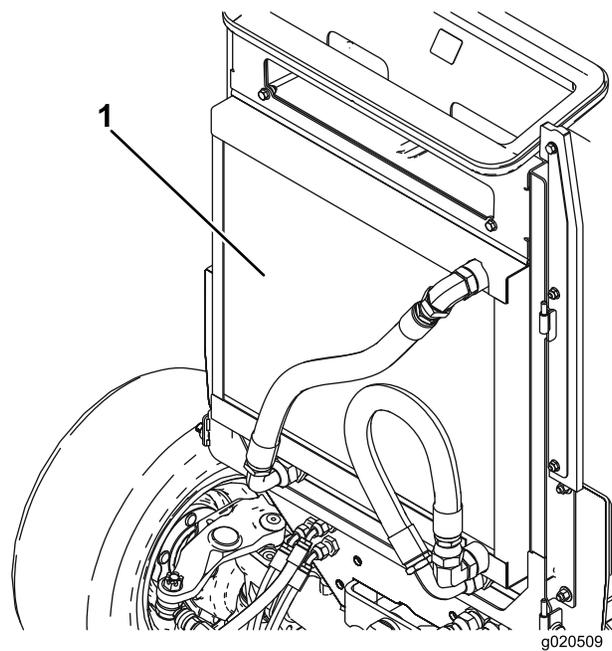

図 113
4. オイルクーラとラジエターの裏表を圧縮空気ですばりに清掃する 図 113。